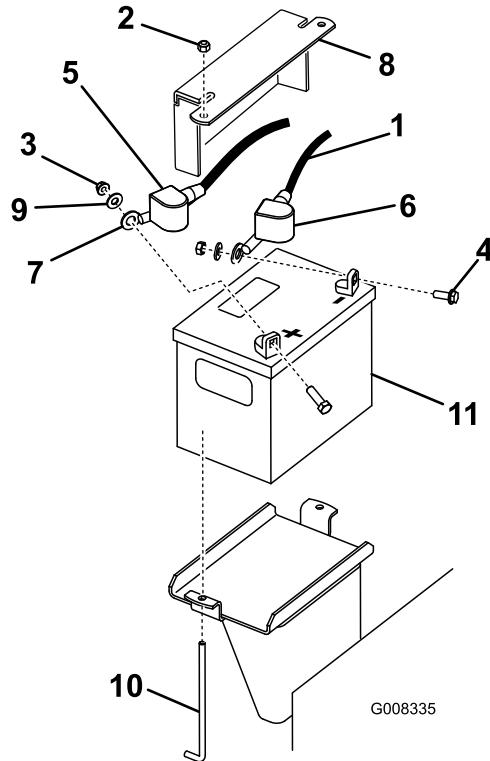

Figura 38
- Levante la cubierta de goma negra del cable negativo. Desconecte el cable negativo del borne negativo (-) de la batería (Figura 38).
4. Retire el protector de borne rojo del borne positivo (+) de la batería y, a continuación, retire el cable positivo (rojo) (Figura 38).
5. Retire la pletina de sujeción, los pernos en J y las contratuercas que sujetan la batería (Figura 38) y retire esta última.
1. Usando las fijaciones que retiró anteriormente, conecte el cable positivo (rojo) al borne positivo (+) de la batería (Figura 38).
3. Usando las fijaciones que retiró anteriormente, conecte el cable negativo (negro) al borne negativo (-) de la batería (Figura 38).
4. Sujete la batería con la barra y las tuercas de orejeta (Figura 38).